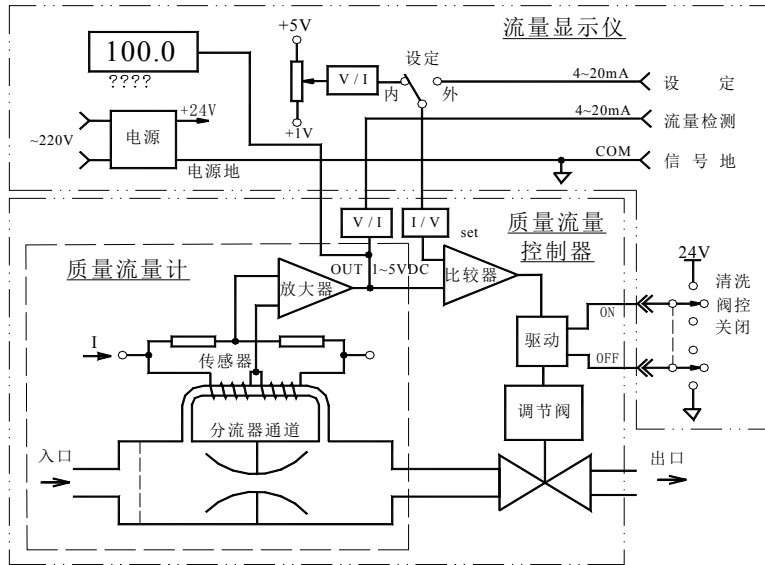
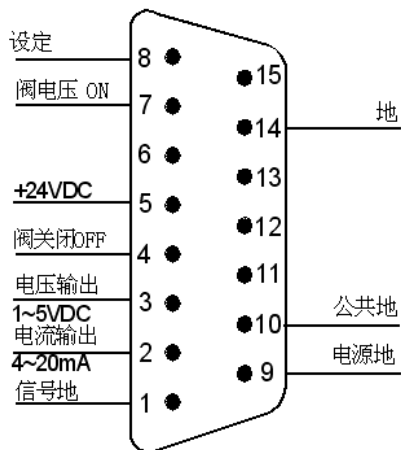

图 2. 质量流量控制器原理
图 5. D07-60G 质量流量控制器接线图
流量传感器采用毛细管传热温差量热法原理测量气体的质量流量(无需温度压力补偿)。将传感器加热电桥测得的流量信号送入放大器放大，放大后的流量检测电压与设定电压进行比较，再将差值信号放大后去控制调节阀门，闭环控制流过通道的流量使之与设定的流量相等。分流器决定主通道的流量。与之配套的 D08 流量显示仪上设置有稳压电源, 3 位半数字电压表, 设定电位器, 外设、内设转换和三位阀控开关等。D07-60G 质量流量控制器与流量显示仪连接后的工作原理如图 2 所示。
质量流量控制器通过专用电缆与配套流量显示仪连接后，即可通电通气工作。D07-60G 质量流量控制器的插座接线见图 5。
参照图 2 和图 5，当 MFC 电缆中的“OFF”线接地时，阀门关闭；当 MFC 电缆中的“阀电压 (ON)”线接+24V 时，阀门开到最大，处于清洗状态；当“OFF”和“阀电压”线悬空时，阀门处于自动控制状态。注意应避免“OFF”和“阀电压”线同时动作，如果同时动作，MFC 将处于清洗状态。